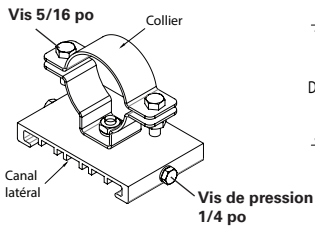

Figure 6. TROUSSE – Détails du montage sur mât
3. Avant l'installation, s'assurer que le diamètre intérieur du collier (voir la figure 6) est compatible avec le diamètre du mât. Les diamètres des colliers disponibles sont de 42 mm (1,65 po), 51 mm (2,00 po) et 60 mm (2,36 po).
5. Faire glisser les deux (2) supports de montage sur mât sur le luminaire de manière à engager la bride sur lui.
6. Serrer les deux (2) vis de pression de 1/4 po sur chaque support coulissant jusqu'en butée (voir la figure 6). Serrer avec un couple de 8,8 N.m (78 lb-po).
7. Retirer les deux (2) vis de 5/16 po, les rondelles de verrouillage et les écrous de chaque collier et retirer les moitiés supérieures des colliers.
8. Le luminaire peut maintenant être installé. Il est fortement recommandé que deux (2) professionnels qualifiés réalisent le montage final du luminaire. afin d'éviter des blessures corporelles ou des dommages au luminaire.
10. Installer sur chaque collier les deux (2) moitiés supérieures des colliers et les vis de 5/16 po, les rondelles de verrouillage et les écrous.